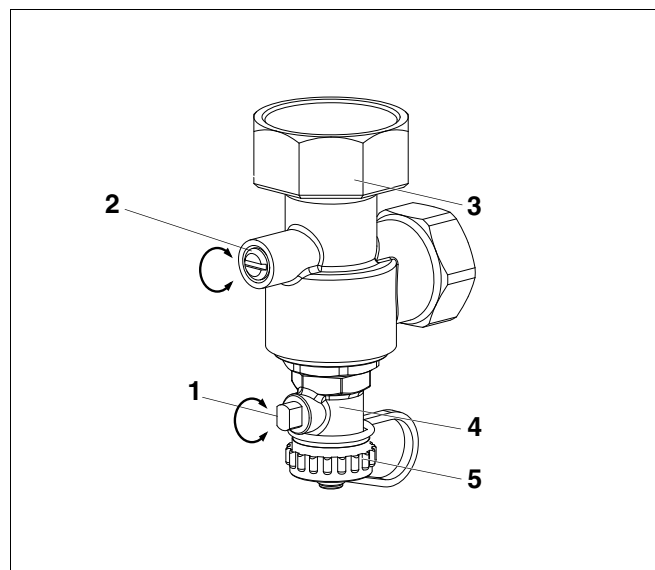

Рис. 15 Угловой обратный клапан
- Поверните шлиц на головке винта (рис. 15, **поз. 2**) углового обратного клапана в вертикальное положение (открыто).
- Отверните крышку (рис. 15, **поз. 5**) крана для заполнения (рис. 15, **поз. 4**), накрутите шланг для заполнения и переведите вороток (рис. 15, **поз. 1**) на кране в вертикальное положение (открыто).
- Медленно заполняйте установку через кран (рис. 15, **поз. 4**) в течение примерно 1/2 минуты.
- Поверните шлиц на головке винта (рис. 15, **поз. 2**) углового обратного клапана в горизонтальное положение (рабочее состояние).
- Продолжайте заполнение установки через кран (рис. 15, **поз. 4**).